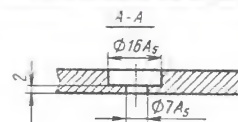

Рис. 3. Кронштейны для установки блока на ВАЗ-2101 (вверху) и ВАЗ-2103.
1. Между клеммой «+Е» блока и «массой» включаем конденсатор емкостью 0,05—0,1 мкф, например типа МБМ 160 0,05 или МБМ 160 0,1. Причем один из выводов конденсатора припаиваем непосредственно к контакту клеммы «+Е», а другой — к лепестку, находящемуся под винтом крепления стойки 8 печатной платы 12 (см. там же, рис. 3).
На машинах этой марки блок располагают под капотом, рядом с катушкой зажигания. Для установки его удобно использовать специальный кронштейн (рис. 3) из алюминиевого сплава толщиной 6—8 мм. Тогда отпадает необходимость сверлить какие-либо отверстия в кузове автомобиля. Кронштейн крепится на шпильках катушки зажигания, а катушка и электронный блок — на кронштейне.